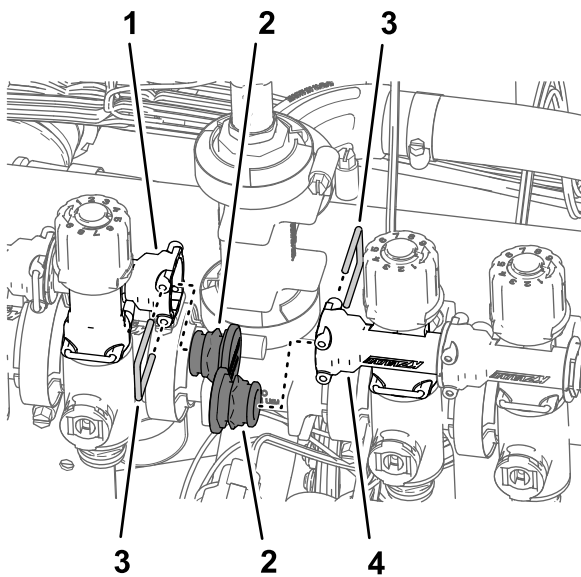

Bild 100
3. Entfernen Sie die Halter, mit denen die Stöpsel in der Buchse des Schnelltrennanschlussstücks am Düsenventil 5 und Düsenventil 6 befestigt sind, und entfernen Sie die Stöpsel (Bild 100).